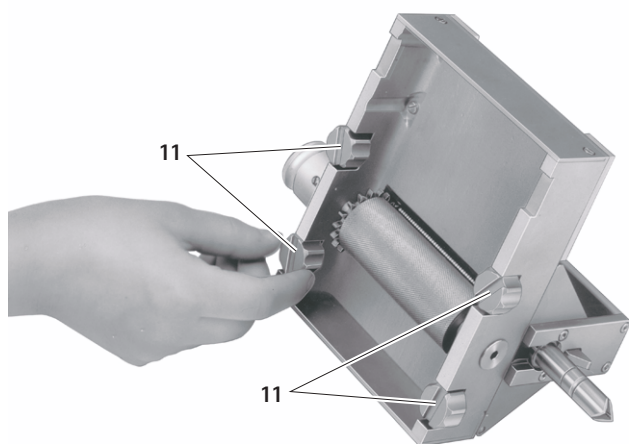

Fig. 1
- ▶ Rodar o aparelho de corte 4, de modo a que os quatro parafusos 11 fiquem visíveis, ver Fig. 1.